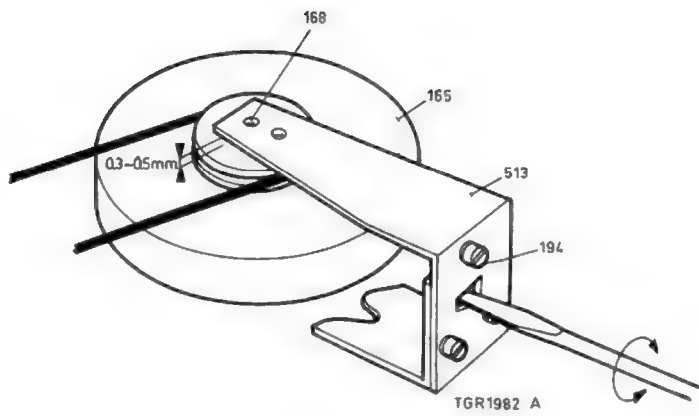
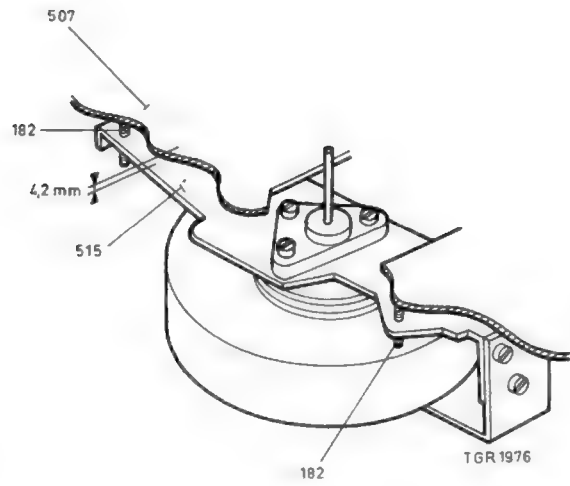

Fig. 29
Fig. 30
#### Instelling van het vliegwiel pos. 165, zie fig.29
- In deze stand moet de afstand tussen de onderkant van de toon-as en het lagerplaatje pos.168 tussen de 0,3 en 0,5 mm bedragen.
- Dit is in te stellen door beugel pos. 513 met behulp van een schroevendraaier te verschuiven. (Eerst de schroeven pos. 194 los zetten.)
#### Hoogte-instelling klapchassis pos. 515, zie fig.30
- De afstand tussen klapchassis pos. 515 en de grote montageplaat pos. 507 moet  $\pm 4,2$  mm bedragen.
- Dit is in te stellen door de linker schroef pos. 182 verder in of uit te draaien.